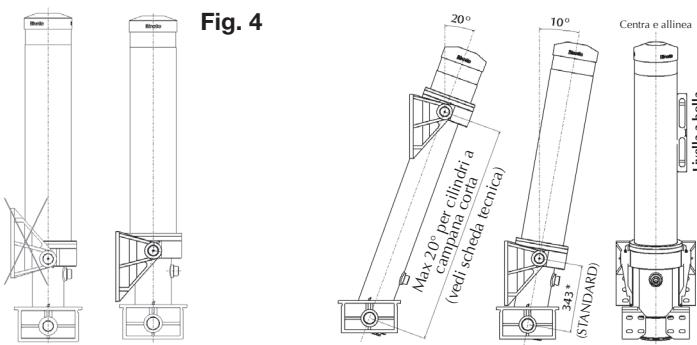

Fig. 5
- Per la serie MFC l'angolo massimo di inclinazione frontale del cilindro dipende dalla lunghezza del cappuccio/campana (Fig. 5).